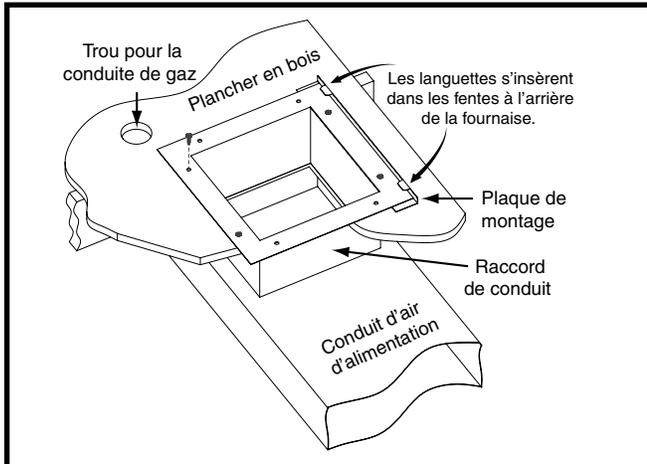

Figure 14. Raccord de conduit à vis
1. Appliquez un cordon de pâte à calfeutrer, de mastic ou d'un autre scellant approuvé autour de la base du rebord de 1,3 cm et de la plaque de restriction. Consultez la Figure 14.